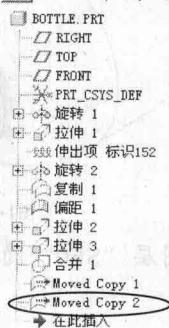

图1-19
10. 在模型树中选取上一步操作产生的特征，如图 1-19 所示，在菜单栏中选择【编辑】/【阵列】命令，弹出【阵列】操作面板。零件出现如图 1-20 所示的尺寸，单击尺寸 2.5，系统要求输入阵列距离（默认为 2.5），接受默认的阵列距离，并在操作面板输入第一方向阵列的个数为“2”，如图 1-21 所示，然后单击 $\checkmark$ 按钮阵列面组，如图 1-22 所示。